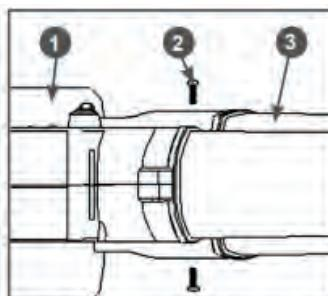

Рис. 3 Установка верхней трубы
- Вставьте верхнюю трубу 3 в корпус вентилятора 1 и закрепите ее с помощью двух винтов 2 (Рис. 3)